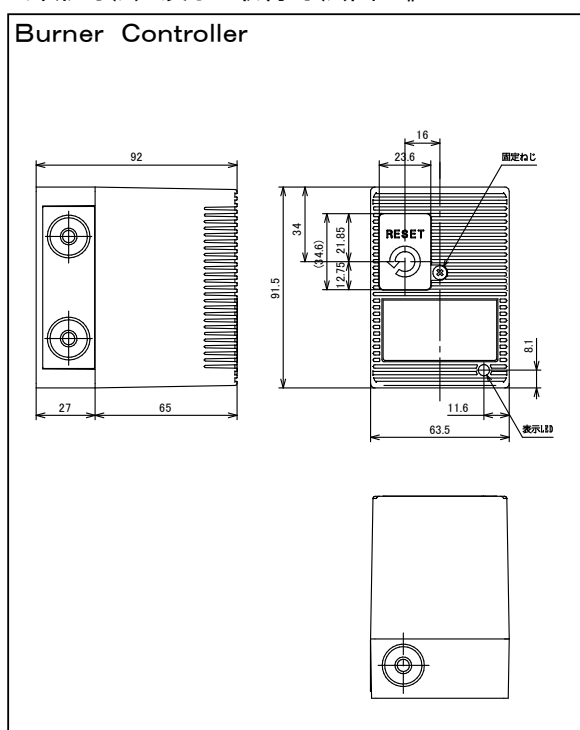

図 1
2. 本体とサブベースの取はずし取付けの方法（図 1 参照）
- (1) 図 1 の右図に示す本体固定用ネジをサブベースからはずれるまで左に回しゆるめます。
- (2) 左右の手でコントローラー本体とサブベースをつかみ、まっすぐに引き離します。このとき、無理な力を加えないよう注意してください。
- (3) 取付けは、この逆の手順で行います。